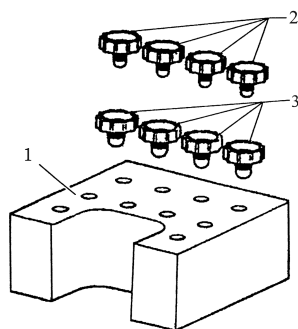

图 1-21 制动油管密封塞
(7)拆下液压控制单元通到各轮的制动油管，并做上记号，立即用密封塞将开口部塞住，如图 1-21 所示。